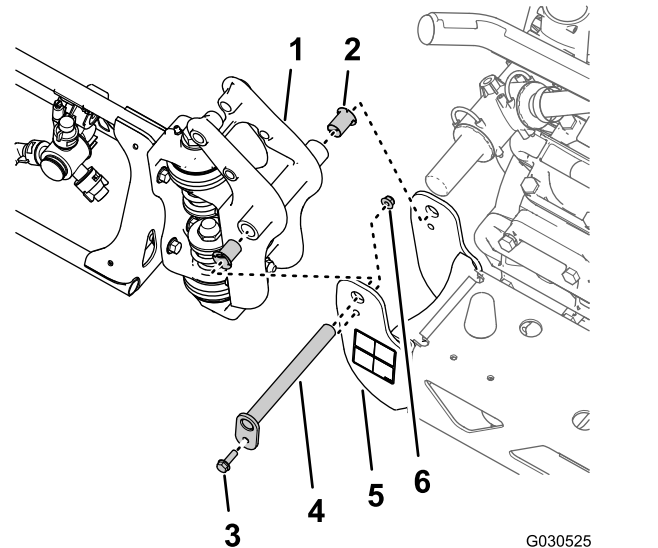

Bild 65
- Entfernen Sie den Bundbolzen (5/16" x 1") und die Sicherungsbundmutter (5/16"), mit denen der Lagerbolzen an der Schwenkhalterung befestigt ist (Bild 65).
- Nehmen Sie den Lagerbolzen aus der Schwenkhalterung für den mittleren Auslegerabschnitt und das Anschlussstück für den äußeren Auslegerabschnitt ab (Bild 65).
- Trennen Sie den äußeren Auslegerabschnitt vom mittleren Auslegerabschnitt und nehmen Sie den äußeren Abschnitt von der Maschine ab (Bild 65).
- Entfernen Sie die zwei Nylonbundbüchsen aus dem Drehzapfen-Anschlussstück des äußeren Auslegerabschnitts (Bild 65).